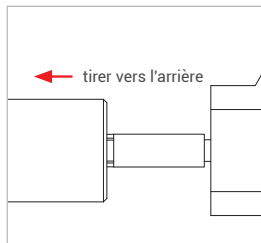

Figure 4
- ▶ Tirer légèrement sur la pièce d'essai (flèche rouge Figure 4) dans le sens inverse du raccordement pour s'assurer de la bonne fixation du connecteur.